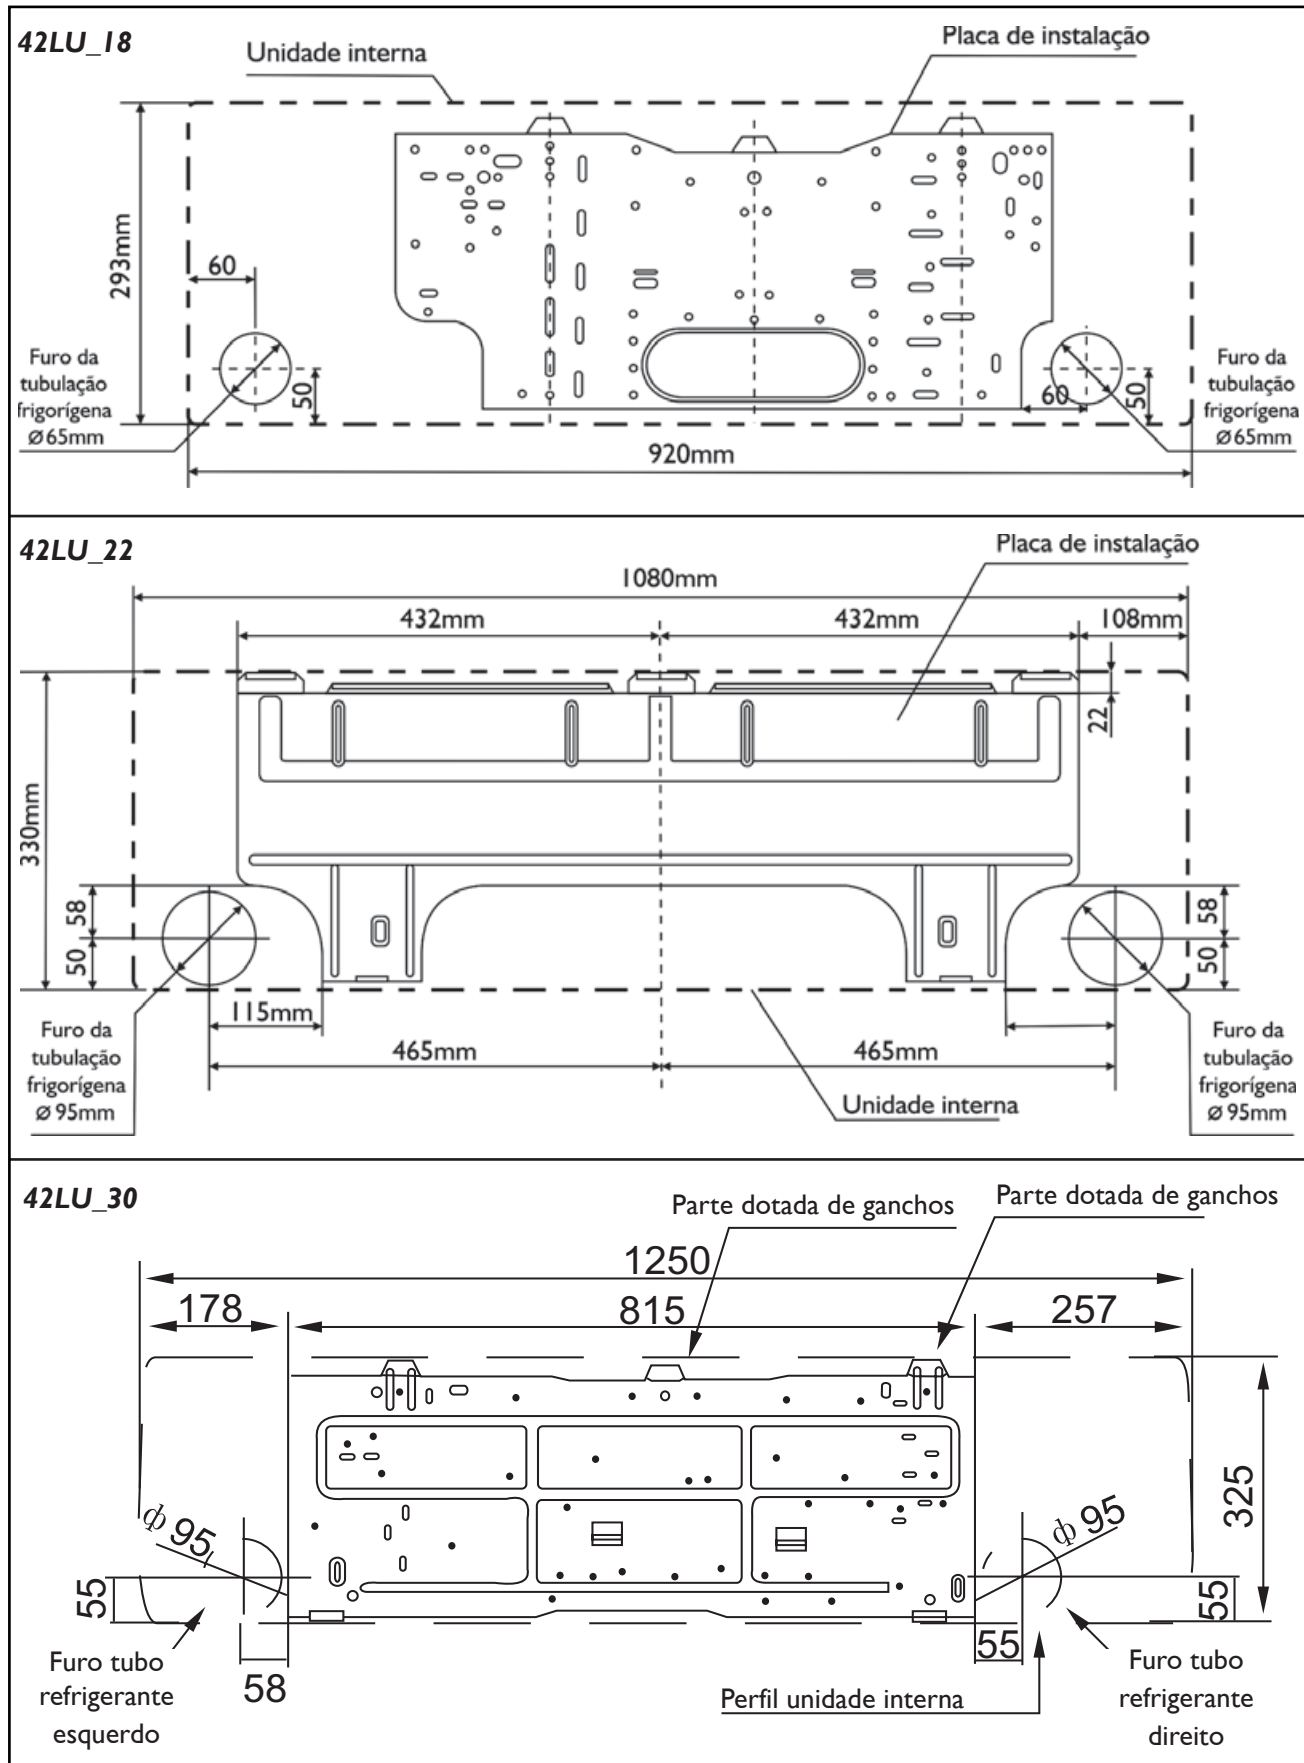

FIGURA 18 - SUPORTE DE MONTAGEM
- Fixe o suporte à parede com parafusos auto-atarraxantes através dos furos próximos à borda externa dele como mostrado na figura 18 (Coloque parafusos em todos os furos superiores).
Veja na figura 18 as dimensões para furação da tubulação e do dreno.